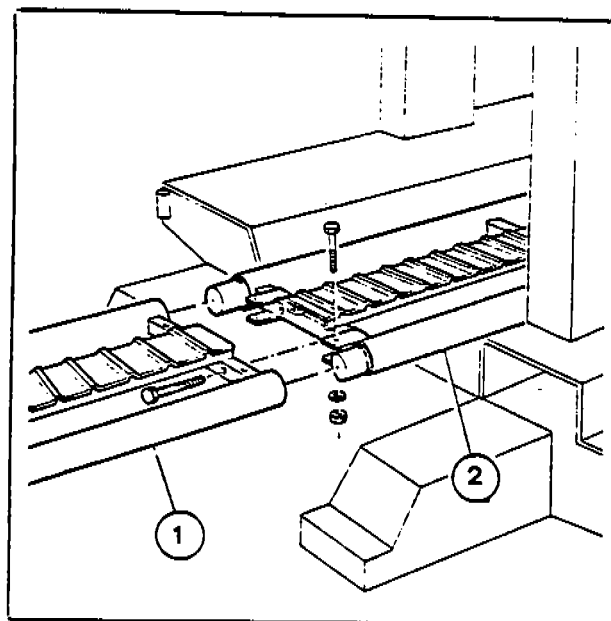

Fig. 23
- Check the number on the front of the station rail, than insert the correspondent rail section, and secure them with bolts and just hand tighten them (Fig. 23).
- Controllando la sigla riportata sul binario fisso carro (2-Fig. 23) (lato anteriore) inserire il corrispondente settore (1-Fig. 23) fissandolo con viti serrare manualmente.